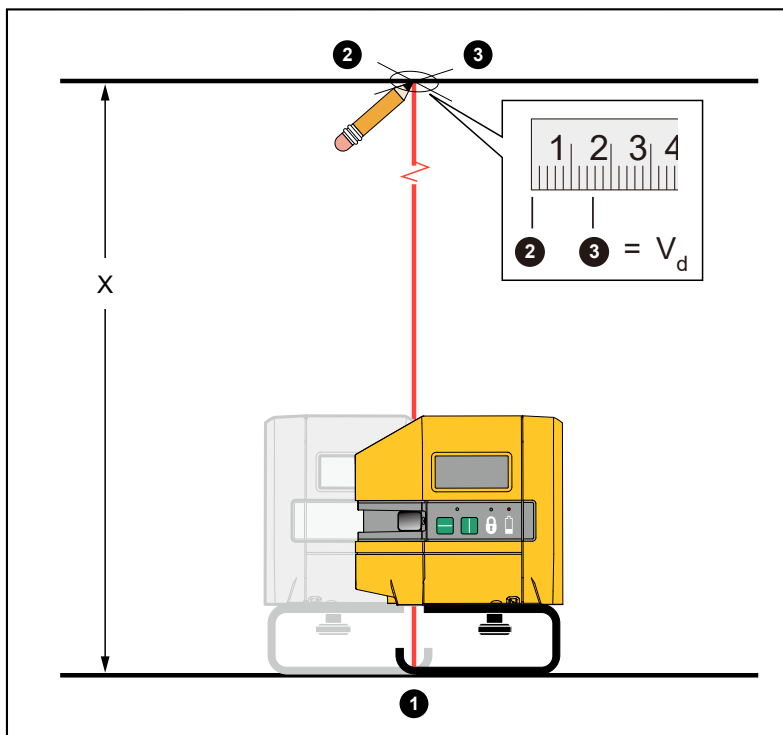

Рисунок 7. Точность по вертикали
3. Отцентрируйте направленный вниз лазер на перекрестии. См. Рисунок 7.